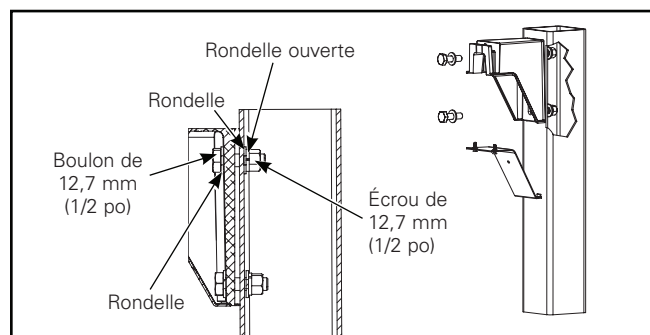

Figure 11.
- Utilisez la quincaille de 12,7 mm (1/2 po) pour fixer fermement le bras de montage au poteau. Serrez les boulons à un couple de 54,2 Nm (40 pi-lb). (Figure 11.)